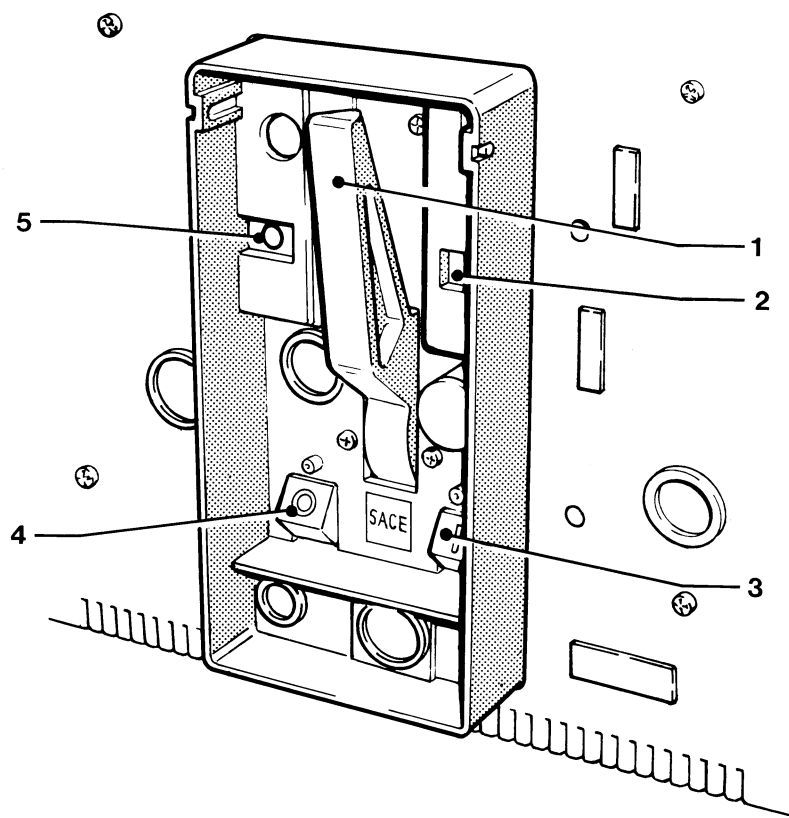

Fig. 3
Per caricare manualmente le molle di chiusura azionare alcune volte la leva [1] - Fig. 3, fino alla comparsa del segnalatore [2] di colore giallo.
- sganciatore di apertura.Il motoriduttore ricarica automaticamente le molle dopo ogni operazione di chiusura fino alla comparsa del segnalatore giallo [2] - Fig. 3.
To charge the closing springs manually, operate the handle [1] - Fig. 3, a few times until the yellow indicator [2] appears.
- shunt opening release.The motor c/w reduction gear automatically recharges the closing springs after each closing operation until the yellow indicator [2] - Fig. 3 - appears.